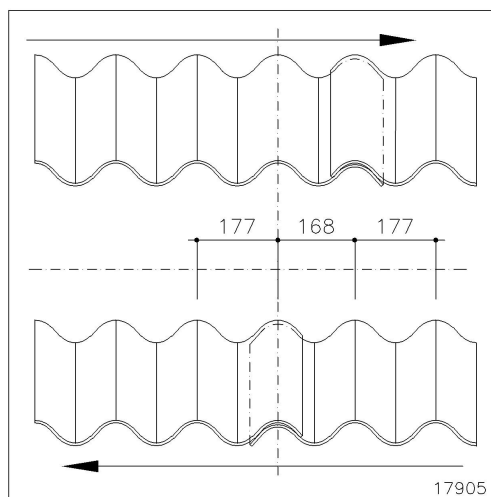

Fig. 21: Position des plaques ondulées ECOLOR EXTRA lors de la pose de faîtières G
- Lors de la pose des plaques ondulées ECOLOR EXTRA, les lignes d'axe des sommets d'ondes doivent se prolonger d'un côté à l'autre des deux versants et la distance entre les ondes de 168mm doit se trouver dans le même alignement (Fig.21).